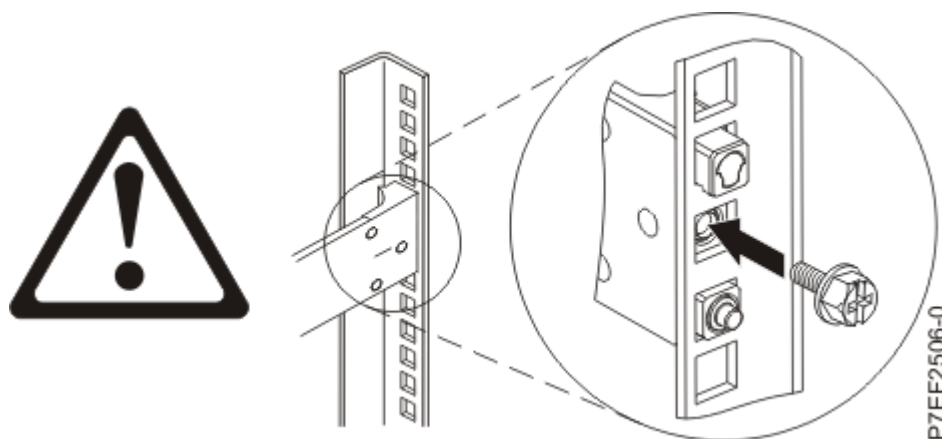

Abbildung 4. Schraube erneut einsetzen
4. Setzen Sie die Schraube erneut ein, die in Schritt „2“ auf Seite 4 entfernt wurde, wie in Abbildung 4 auf Seite 6 dargestellt.